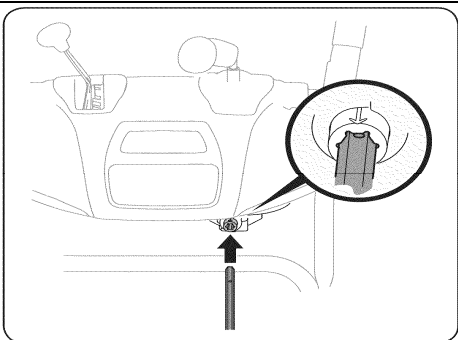

Рис. 7
7. Убедитесь в том, что все тросики расположены с левой стороны от тяги управления желобом. Выставьте тягу таким образом, чтобы отверстие в шестигранной части тяги были в линию со стрелкой на входном валу и установите шестигранное окончание тяги во входное отверстие вала джостика, расположенного под панелью управления. См. Рис. 7.